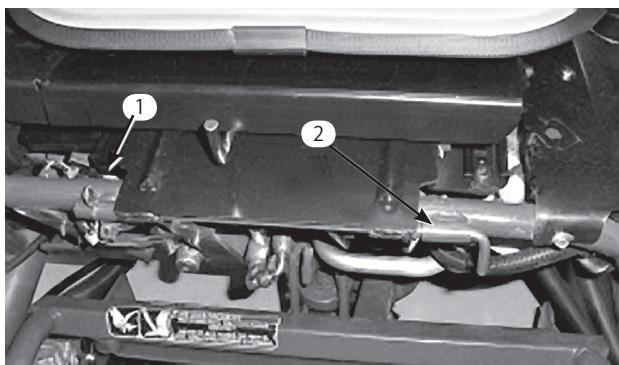

図8
8. シート・アセンブリを取り付け(図8)、シート・ピボット・ロッドとコッター・ピンで固定する。